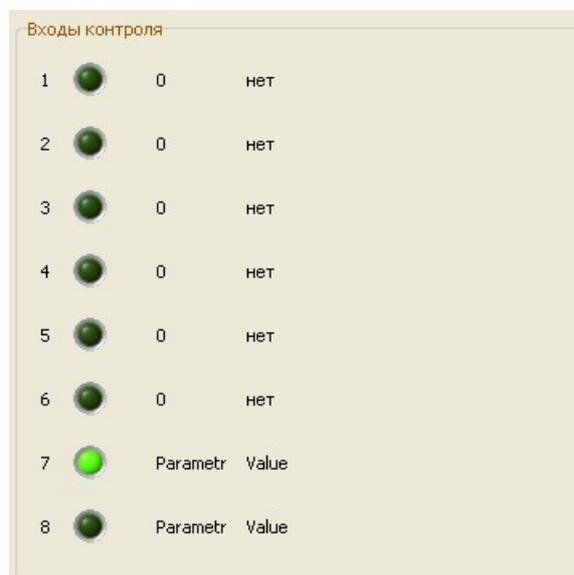

Рисунок 19
7) Включить питание стенда БИУ, проверить отображение зеленым цветом сигнала «7 (Питание платы управления)». Проверить отображение отсутствия входных сигналов 1 – 6 «Нет» в поле «Входы» (рисунок 19).
- 5) Снять галочки включения каналов управления в поле «Управление» (рисунок 19). Включить тумблером «Магн.» стенда БИУ тип нагрузки «Магнитный пускатель».
- 6) Включить питание стенда БИУ, проверить отображение зеленым цветом сигнала «Питание платы управления (канал 7)» (рисунок 19).